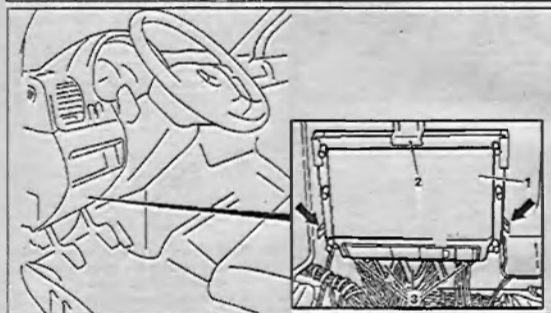

Рис. 3.40. Снятие и установка блока управления системой впрыска CDI:
2. Отсоедините разъемы проводки 3 от блока управления CDI 1 (рис. 3.40). Блок управления CDI расположен слева от рулевой колонки.